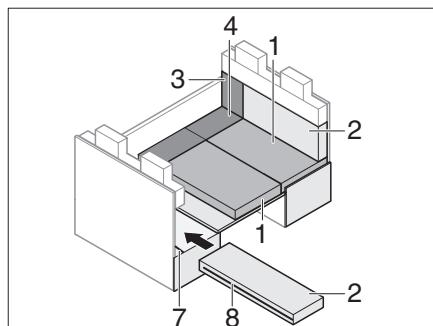

Fig. 210 Durante la trasformazione
- Aprire la chiusura lampo (Fig. 210,8) del cuscino dello schienale.
- Applicare la scanalatura del cuscino posteriore sulla traversa ISOFIX (Fig. 210,7).